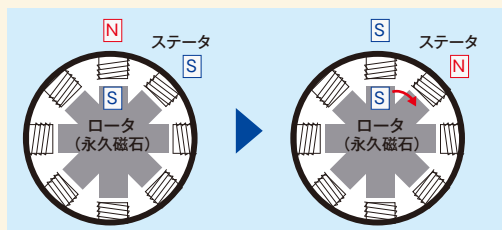

図2 ステッピングモータの回転原理
- ① 高価な空気源が不要です。コンプレッサ、脱湿機、減圧弁フィルタ、空気配管など、すべての空気源設備が不要です。
- ② 大幅な省電力になります。コンプレッサは強力なモータで動かすので、消費電力の問題がつきまといます。電動調節弁はバランスしている状態ではほとんど電力を消費しません。
- ③ 空気配管が不要なので、空気の漏洩問題もありません。
- ④ 電動調節弁は、はるか遠方にある調節計からの出力信号でも応答遅れがありません。
- ⑤ **ステップトップ**は空気式よりも小形で場所を取りません。
- ⑥ 電動調節弁はポジション機能を内蔵しているため、メンテナンスフリーといってもよいほど手が掛かりません。
- モータに**図2**のような永久磁石を用います。制御回路からコイルにパルス電流を流すと、歯車のような形をした永久磁石が1歯分だけ動きます。この永久磁石は「ネオジム磁石」を使った強力なもので、抽出力にパワーがあ